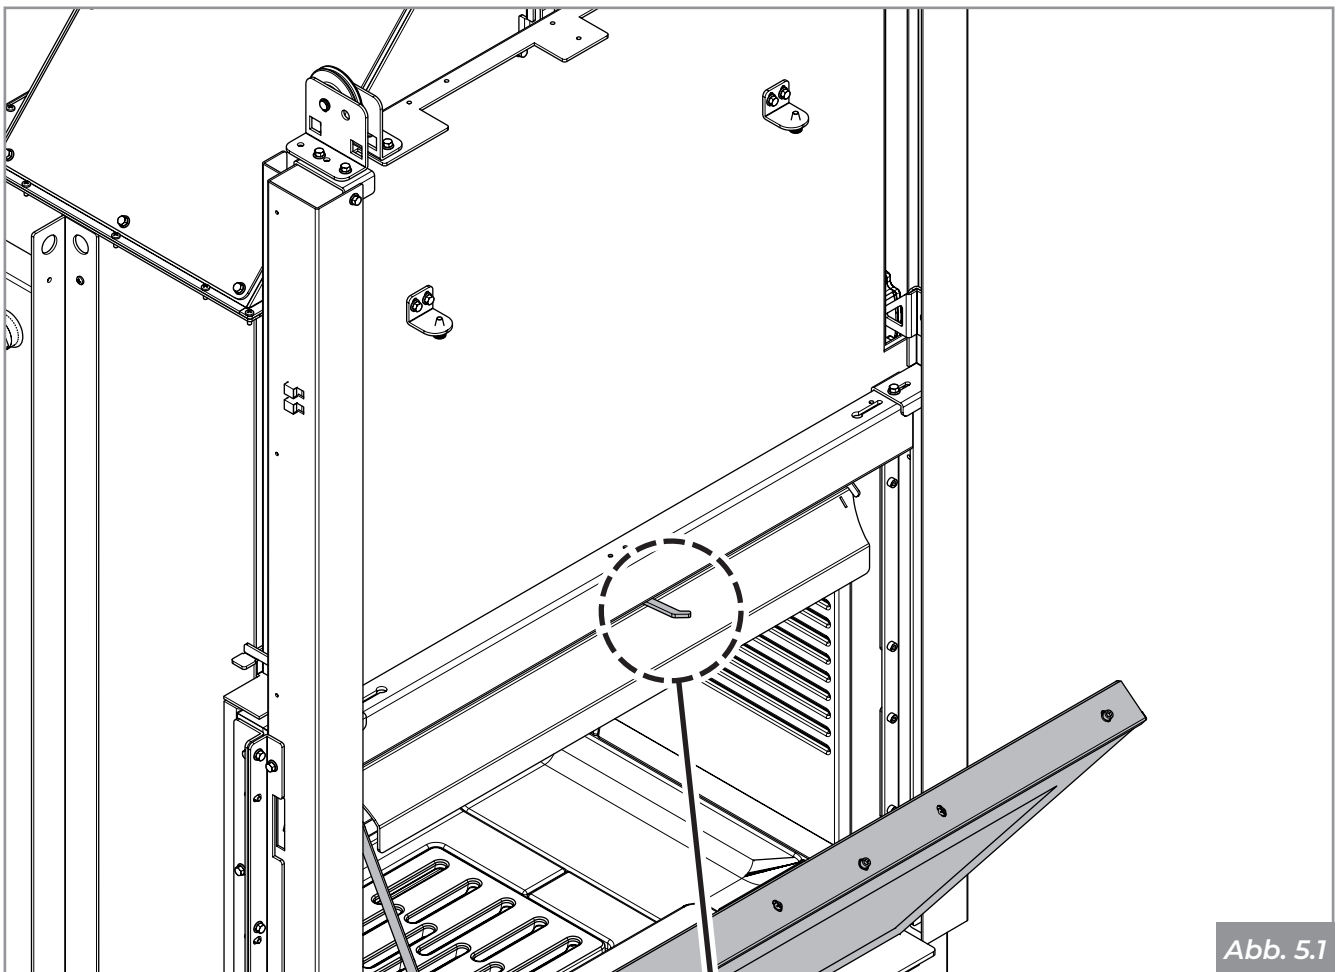

Abb. 5.1
1. Die Kipptür öffnen. Hierzu den oder die Griffe nach außen ziehen, um den Verschlussbolzen an der Oberseite des Glases zu entriegeln. Nachdem der Verschluss entriegelt wurde, die Tür beim Öffnen mit der Hand nach unten führen, um ein Aufschlagen zu verhindern (**Abb. 5.1**).
Die Reinigung des Glases wird mit einem feuchten Tuch oder mit befeuchtetem Papier, das in die Asche getaucht wird, ausgeführt. Zum Reinigen des Glases muss die Kipptür geöffnet werden. Hierzu den oder die Griffe nach außen ziehen, um den Verschlussbolzen an der Oberseite des Glases zu entriegeln. Nachdem der Verschluss entriegelt wurde, die Tür beim Öffnen mit der Hand nach unten führen, um ein Aufschlagen zu verhindern (**Abb. 5.1**).